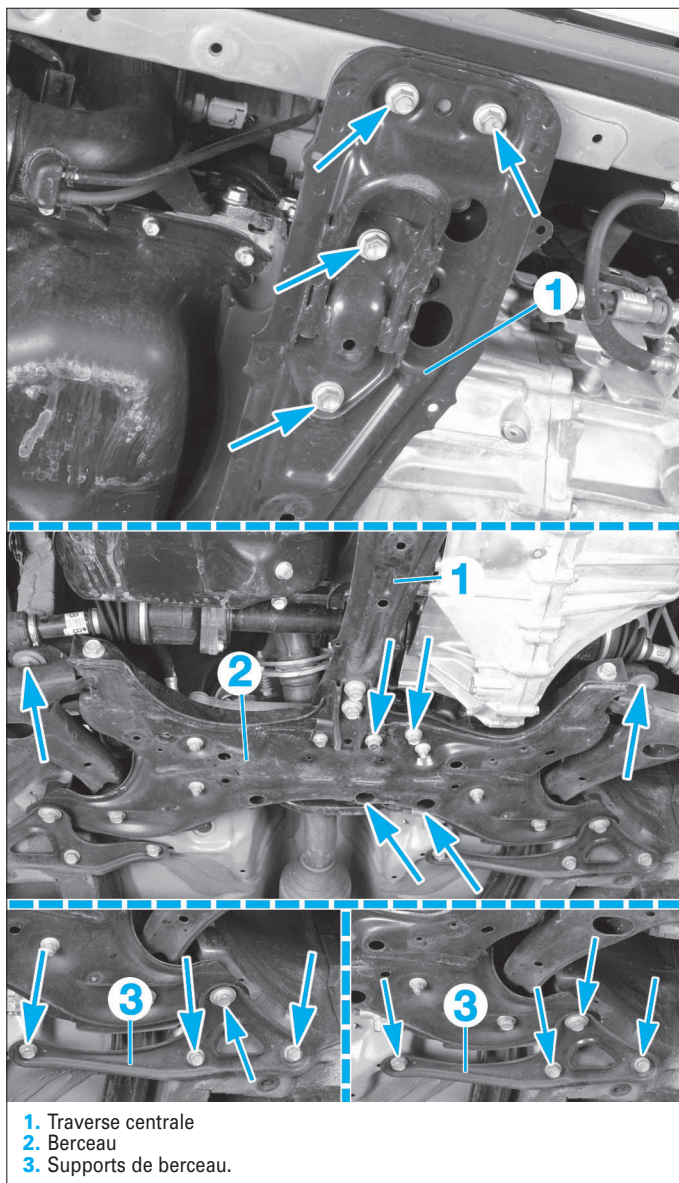

FIG. 11
- Déposer le berceau sur la caisse (fig. 11).